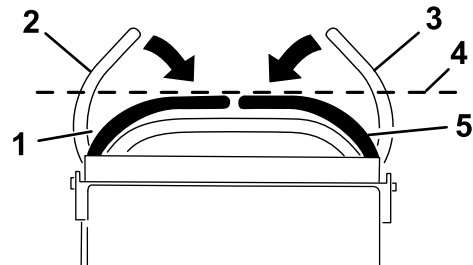

Figure 67
3. Abaissez les leviers de commande de déplacement hors de la position de BLOCAGE DU POINT MORT (Figure 67).
4. Vérifiez si le levier de commande de déplacement droit s'aligne horizontalement sur le levier de commande de déplacement gauche (Figure 67).